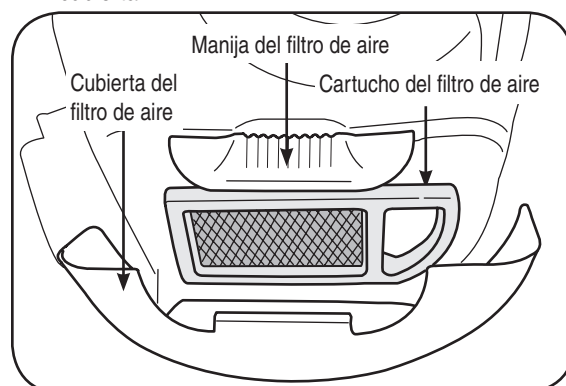

Figura 5-2: Filtro de aire
1. Tire la manija del filtro de aire para arriba, Figura 5-2, y tire para atrás hacia el motor.
2. Retire la cubierta del filtro de aire, Figura 5-2.